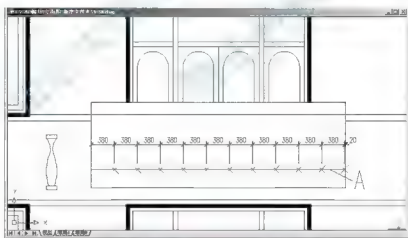

图 4.59 定距等分结果
(1) 执行菜单栏中的【绘图】|【点】|【定距等分】命令，或在命令行输入“ME”后按 Enter 键，启动【定距等分】命令。
① 在选择要定距等分的对象：提示下，单击 A 线的左半部分，选择 A 线。
② 在指定线段长度或【块(B)】：提示下，输入“380”，表示从 A 线左边开始，用 380mm 的距离对 A 线进行测量。结果从 A 线左端点每 380mm 插入一个点，如图 4.59 所示。